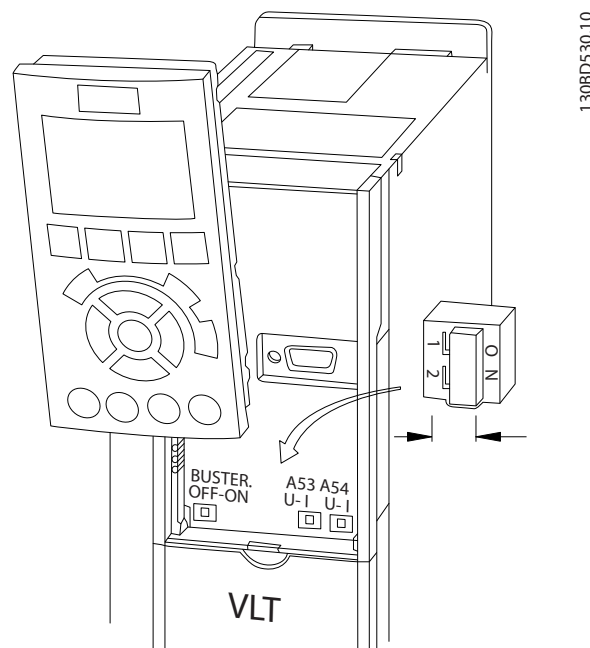

Bild 4.13 Placering av brytarna för plint 53 och 54
1. Ta bort lokal manöverpanel (se Bild 4.13).
- Avsluta alla segment i båda ändar, antingen med frekvensomformarnas termineringsbrytare (bussterm. av/på, se *Bild 4.13*) eller med ett obalanserat nät med slutmotstånd.